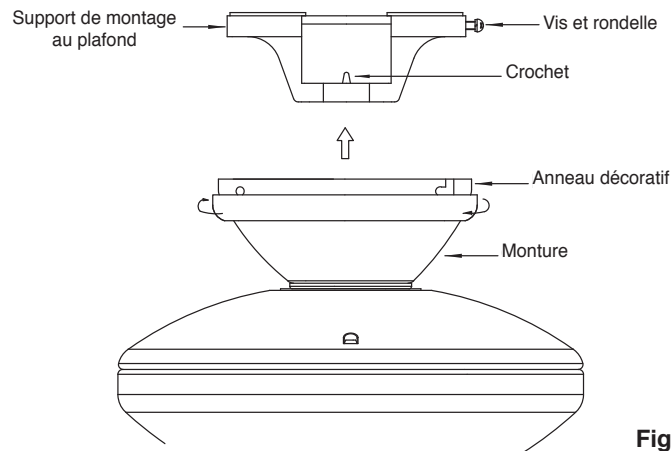

Fig. 13
**Étape 3.** Assurez-vous que les quatre vis de montage sont bien serrées. (Fig. 13)